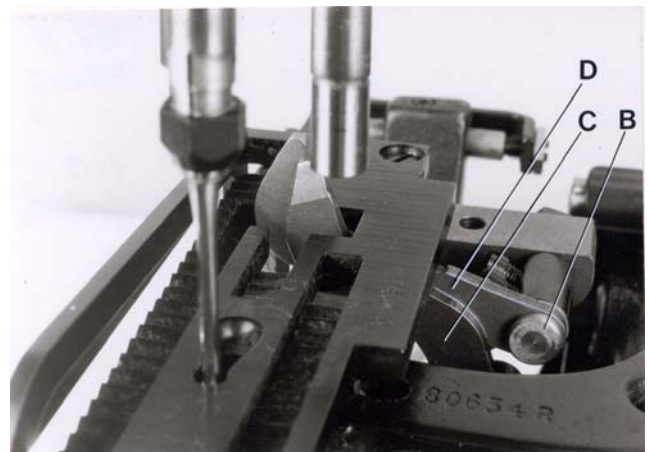

Fig. 19
The knives of the chain cutter can be resharpened as long as the cutting edges will overlap approx. 0.3 mm (.012") and the knife pilot (D, Fig. 19) clears on the bottom surface of the throat plate when in cutting position. The knife pilot (D) should not contact the bottom surface of the throat plate, because the stroke of the chain cutter must be limited on styles 80800R and S by the core of the solenoid (C, Fig. 16) striking against the solenoid (D, Fig. 16) and on styles 80800RL and SL by the clamp (A, Fig. 17) striking against the hexagon head stop screw (B, Fig. 17). The knife pilot (C, Fig. 19) and head of stud (B, Fig. 19) should not contact, when in cutting position.
Las cuchillas de la tijera del corte de la cadeneta se puede afilar solamente tantas veces hasta que las cuchillas se estén solapando 0,3 mm y la cuchilla (D, Fig. 19) en posición de corte tenga suficiente espacio libre en la superficie inferior de la placa de la aguja. La cuchilla (D) de la tijera no debe tocar la superficie inferior de la placa de la aguja, porque el recorrido de la tijera tiene que ser limitada en la maquinas 80800R y S por la parte central del solenoide (C, Fig. 16) contra el solenoide (D, Fig. 16) y en las maquinas 80800RL y SL por la abrazadera (A, Fig. 17) que choca contra el tornillo tope hexagonal (B, Fig. 17). La cuchilla (C, Fig. 19) y la cabeza del perno (B, Fig. 19) no deberían tocarse en posición de corte.